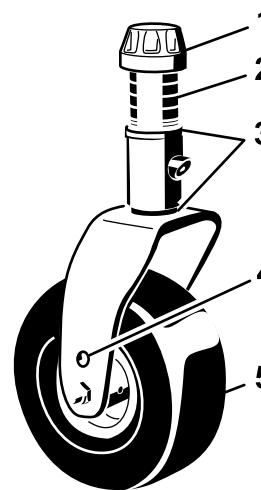
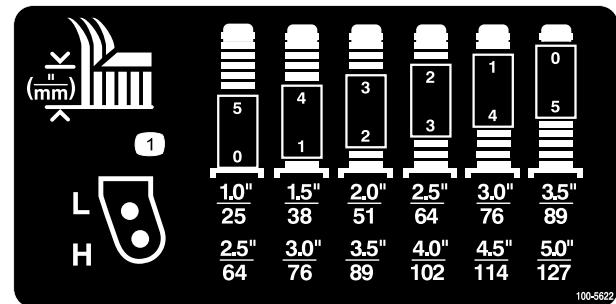

Figure 7
Figure 8
2. Glissez les entretoises sur le pivot de la roue pivotante pour obtenir la hauteur de coupe voulue. Reportez-vous aux Figure 7 et Figure 8 pour déterminer les combinaisons d'entretoises requises pour le réglage. Glissez une rondelle de butée sur le pivot, poussez l'axe de pivot dans le bras pivotant. Placez une autre rondelle de butée ainsi que les
2. Placez les essieux des roues pivotantes dans les mêmes trous sur les deux fourches. Pour choisir les trous corrects pour la hauteur de coupe requise, reportez-vous aux Figure 7 et Figure 8.
3. Enlevez le chapeau de tension de l'axe de pivot (Figure 7) et sortez l'axe du bras pivotant. Replacez les 2 cales (3 mm) sur l'axe de pivot comme à l'origine. Elles sont requises pour que les plateaux de coupe soient parfaitement de niveau sur toute la largeur. Placez le nombre requis d'entretoises de 13 mm sur l'axe de pivot pour obtenir la hauteur de coupe voulue, puis ajoutez la rondelle.
Pour déterminer les combinaisons d'entretoises requises pour les différentes hauteurs de coupe, reportez-vous aux Figure 7 et Figure 8.